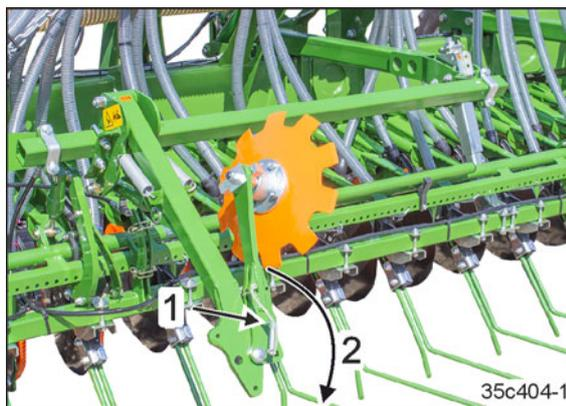

Рис. 240
2. Вытяните палец (Рис. 240/1) и переместите консоль (Рис. 240/2) с маркировочным диском в рабочее положение.